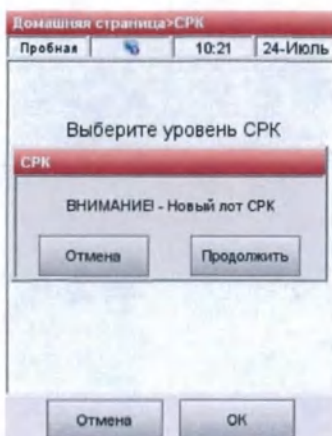

Рис.4-3 Новый лот СРК
3. При использовании новой партии СРК будет отображаться предупреждение (Рис.4-3). Нажмите <Продолжить>.